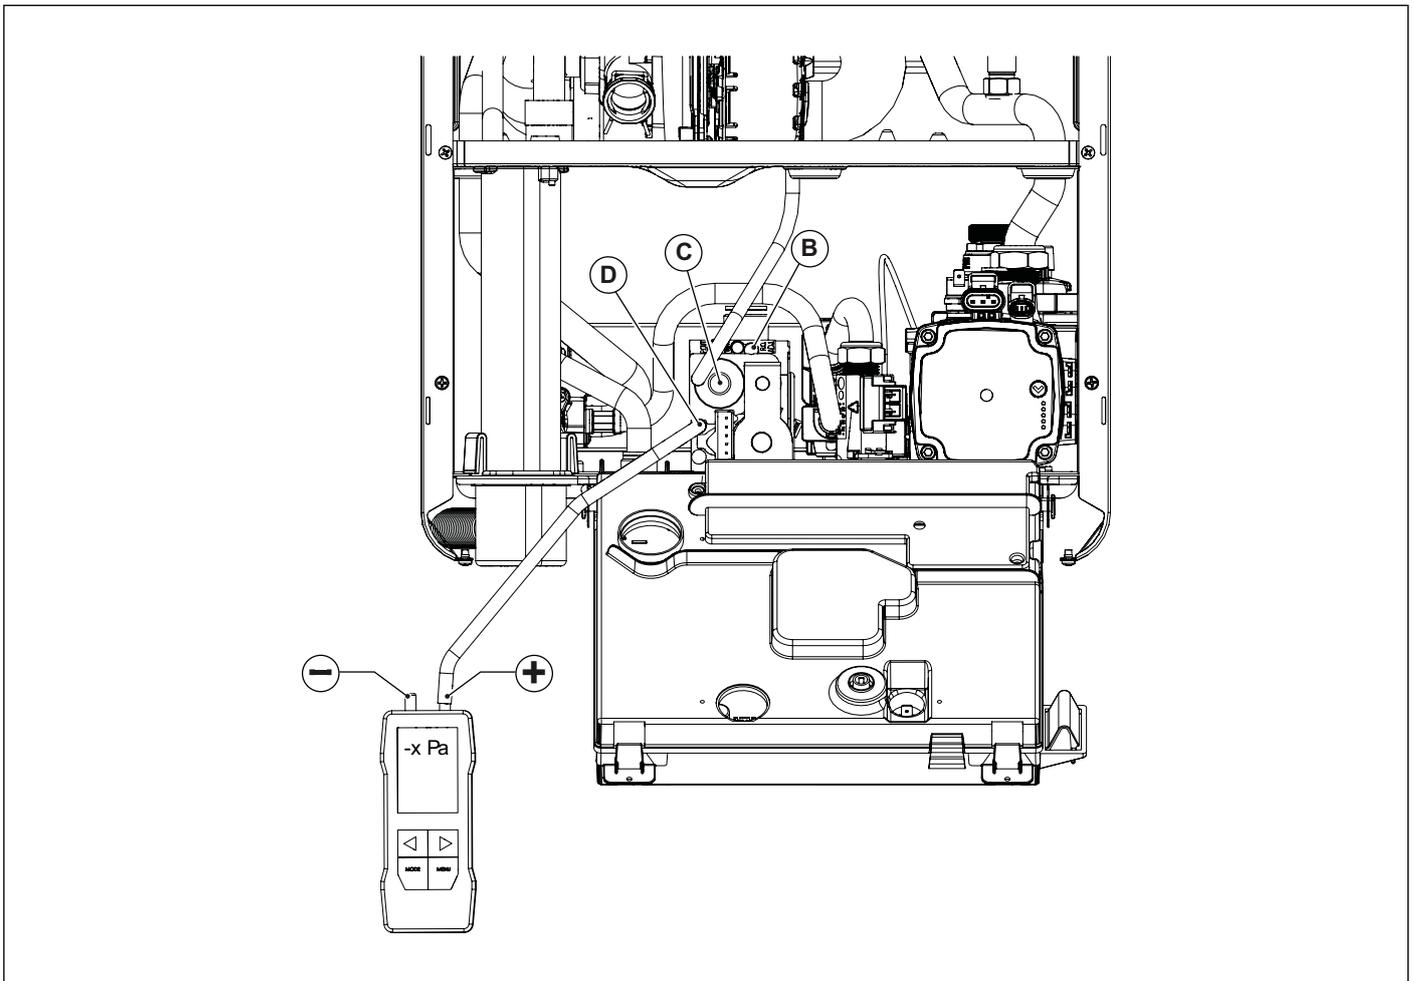

Fig. 36 Regolazione pressione di offset
- Aprire la vite della presa di pressione di offset **D** e collegarla all'ingresso positivo (*) del manometro differenziale (vedi Fig. 36 Regolazione pressione di offset).